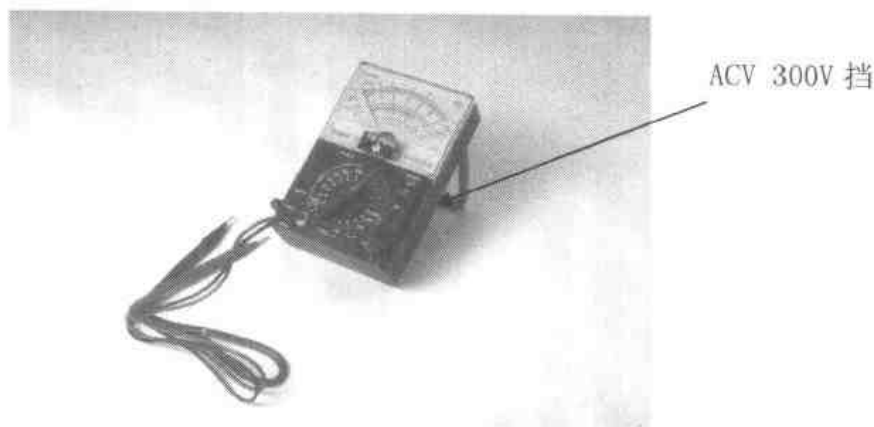

图 1-5
(1) 将测试棒红色端插入万用表的“+”插孔,黑色端插入万用表的“- COM”插孔。
(2) 将万用表旋钮转至 ACV 挡中 300V 的位置(如图 1-5 所示)。